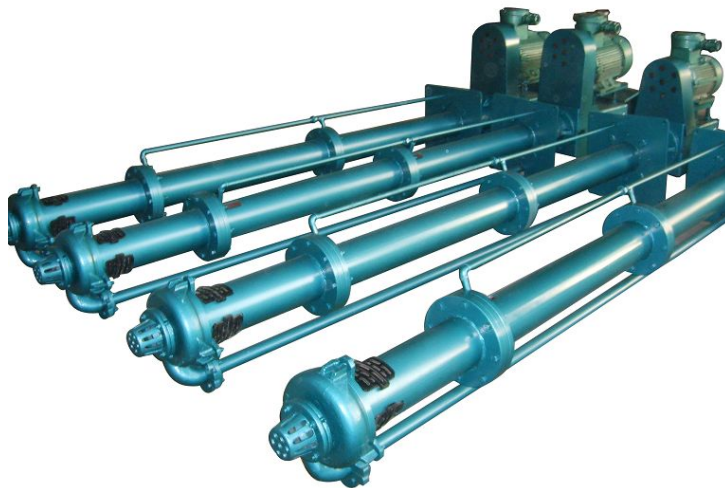

图 8(Picture 8)
3. 型号中加“L”的为加长轴系列的液下泵，适用于液位较深的工况。这种泵在标准泵的基础上增加了导轴承结构，运转更平稳，适用更广泛。导轴承部位需要附设冲洗水。（图 8）